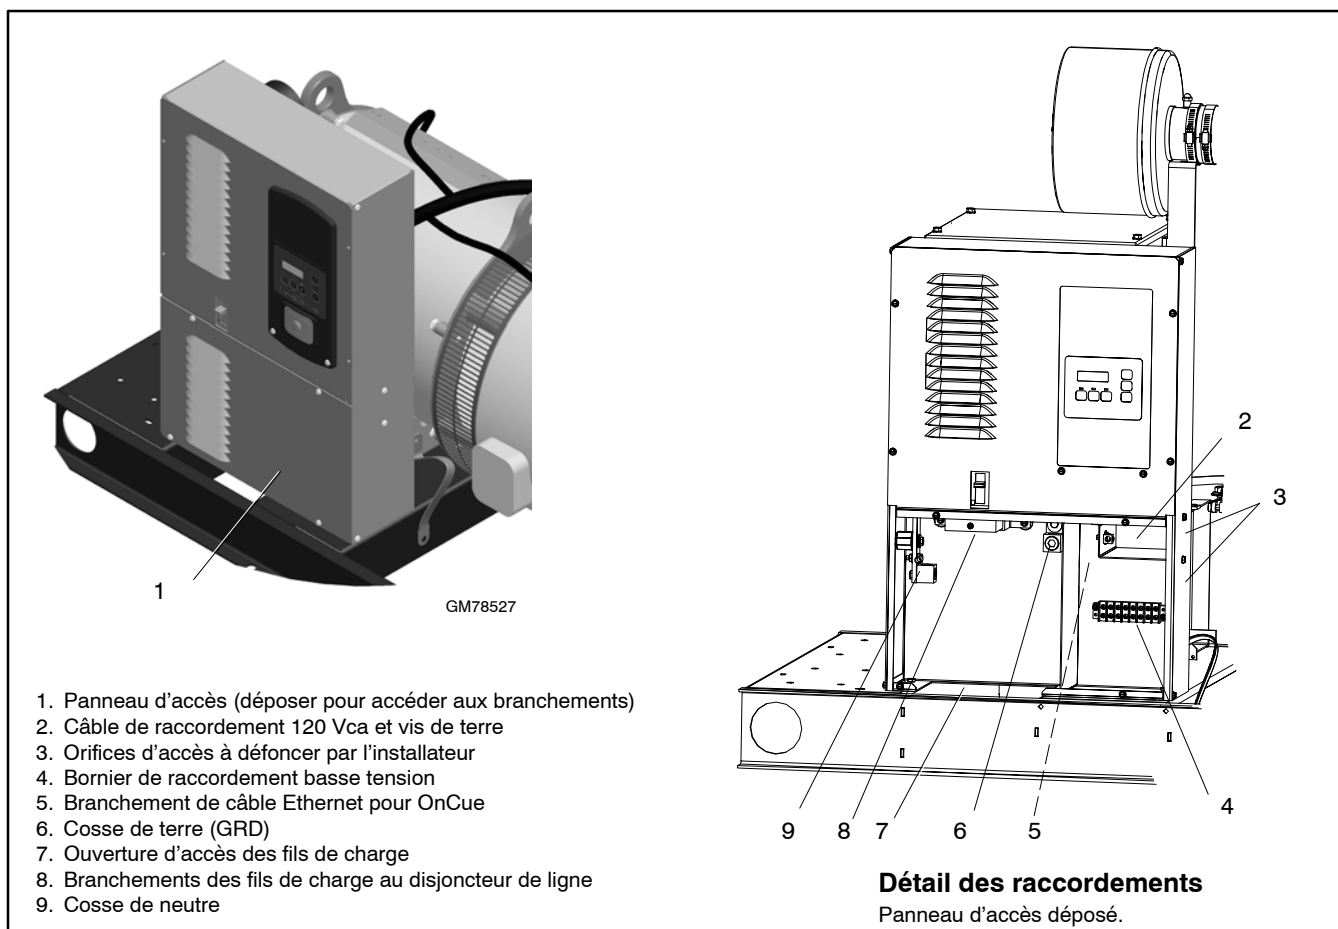

Figure 1-10 Raccordements du groupe électrogène
Raccorder le groupe électrogène à la terre. La méthode de mise à la terre doit être conforme à la réglementation en vigueur. Raccorder le conducteur de terre à la cosse de mise à la terre, à la borne GRD à l'intérieur de la boîte de jonction (voir Figure 1-10). Raccorder les terres des circuits secteur et de basse tension aux cosses de terre prévues à cet effet dans le boîtier de raccordement du client (voir Figure 1-10).
Raccorder le courant secteur aux fils de la zone de raccordement secteur présentée à la Figure 1-10. Voir le détail des raccordements sur les schéma de câblage à la Section 4. Voir les caractéristiques d'alimentation du chargeur d'accumulateur et des accessoires à la Figure 1-9.
Voir Figure 1-10. Effectuer tous les branchements client de haute et basse tension à l'intérieur du boîtier de raccordement client. Ne pas déposer le panneau de bout ni effectuer de branchement à l'intérieur de la boîte de jonction. Voir les schémas de câblage à la Section 4.
1. Tirer les câbles de charge jusqu'à la boîte de jonction à travers les orifices d'accès dans le bas de la boîte. Raccorder les fils de charge issus du disjoncteur de ligne dans la boîte de jonction du groupe électrogène aux bornes de raccordement d'alimentation de secours du commutateur de transfert. Voir Figure 1-10 et les instructions de raccordement du commutateur de transfert (ATS) dans le manuel d'installation de l'ATS.
3. Découper ou défoncer des ouvertures dans le côté du boîtier de raccordement pour les fils d'alimentation électrique de 120 Vca et les raccordements basse tension. Voir Figure 1-10. Utiliser un conduit séparé pour les fils d'alimentation électrique et les fils basse tension.